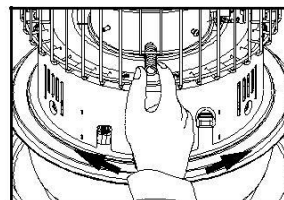

Рис. 11
- Проверните осторожно ручку горелки из стороны в сторону несколько раз, чтобы убедиться, что горелка правильно расположена на регуляторе фитиля (рис. 11)